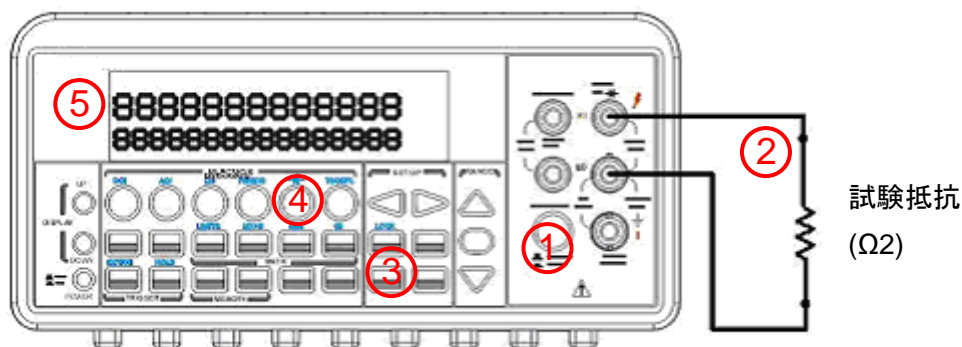

図 3-10
- ① 前面パネルまたは背面パネルの入力信号を選択します。
- ② 図 3-10 に示すようにテストリードを端子に接続します。
- ③ CONFIG、CONT ボタンを順に押して抵抗のしきい値を設定します。初期設定を使用する場合は、次のステップに進んでください。設定ができれば ENTER ボタンを押します。
- ④ CONT ボタンを押します。
- ⑤ 測定値がディスプレイに表示されます。テスト抵抗がしきい値以下の場合、マルチメータのビープ音が鳴ります。